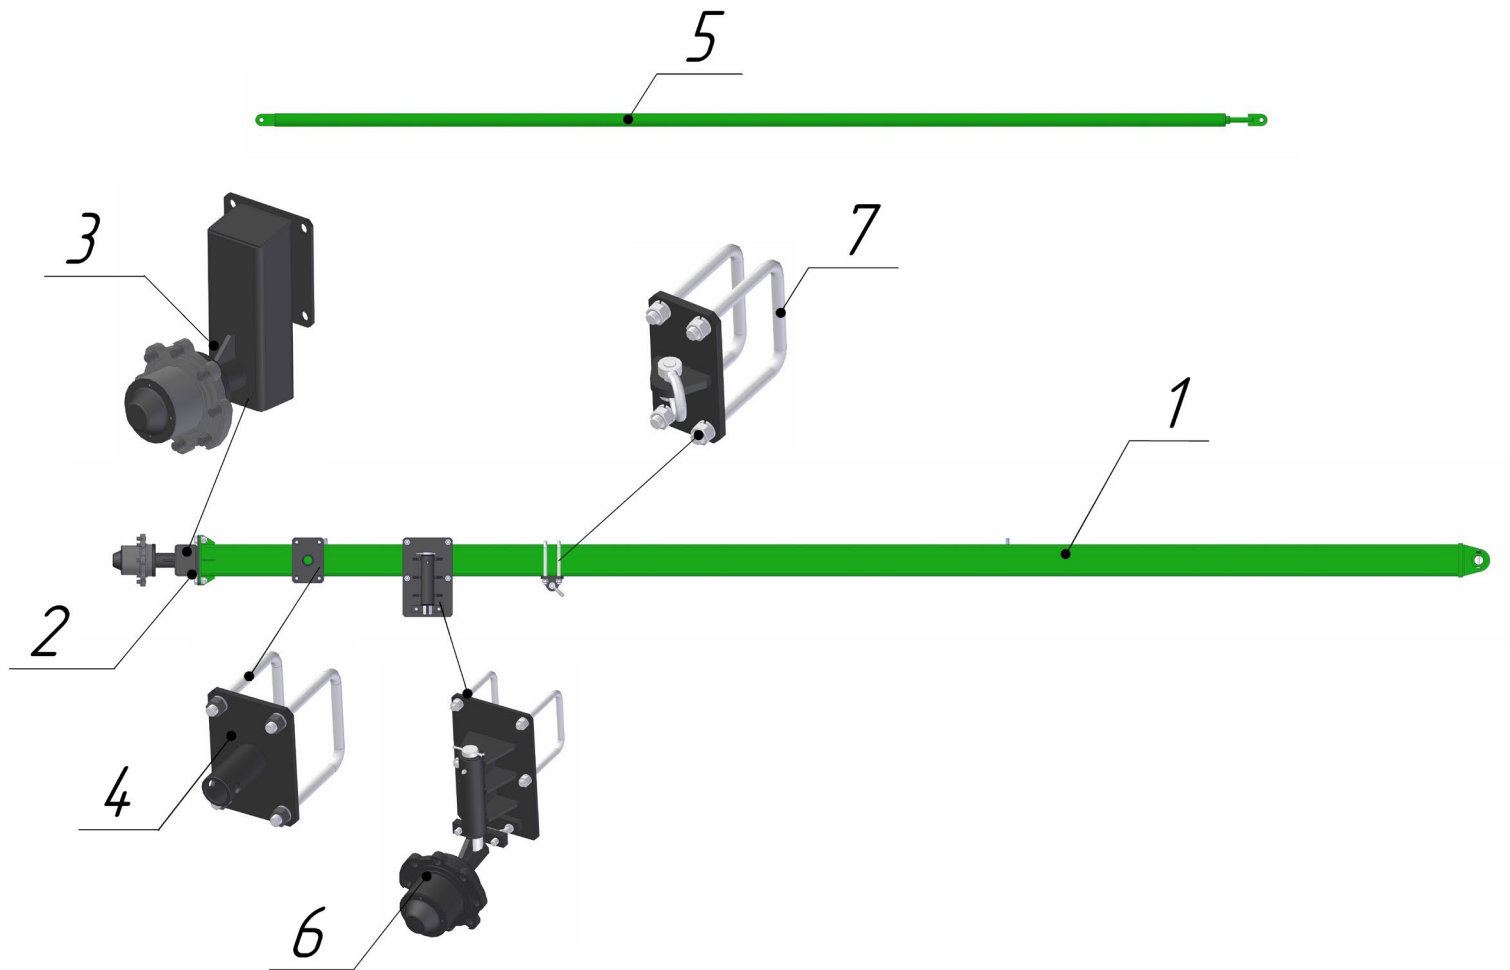

Рисунок 6 – Балка продольная
Балка продольная (см. рисунок 6) состоит из трубы (1) квадратного сечения, фланца (2) для крепления рабочего колеса (3), фланец домкрата (4), стяжка в сборе (5) предназначена для фиксации положения продольных балок в транспортном положении, опора транспортного колеса (6), кронштейн крепления троса (7) для установки канатов,